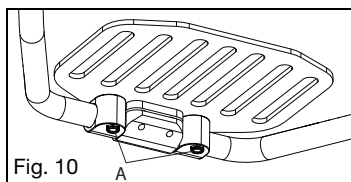

Fig. 10
1. Utilisez une clé Allen de 4 mm pour desserrer les deux vis (Fig. 10:A) qui fixent la plaque repose-pied sur la fixation de la plaque repose-pied. Ne retirez pas les vis de la plaque repose-pied. Une fois desserrée, la plaque repose-pied tourne facilement autour du tube d'extension du repose-pied.
2. Sélectionnez la position souhaitée et resserrer les deux vis M6 (Fig. 10:A) à 80 po/lb (9,04 Nm).